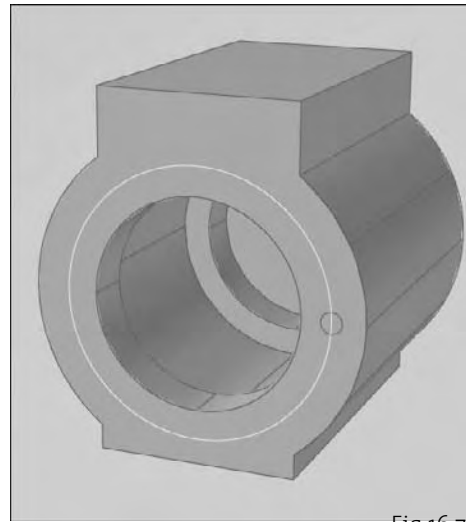

Fig.16.7
- 15 Tracez un cercle de rayon 32 cm sur la face avant du boîtier (fig.16.7)